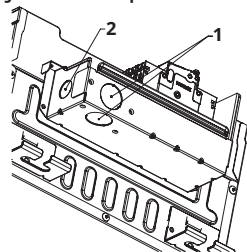

Figure 5.9
2. Vous remarquerez trois couvercles circulaires sur la boîte du disjoncteur, comme le montre l'illustration ci-dessous. Les deux couvercles étiquetés n° 1 dans la figure 5.9 ci-dessous peuvent être utilisés pour introduire le câble DIYPRO™ dans la boîte du disjoncteur. Le trou étiqueté N°2 convient à d'autres types de câbles. Cassez et retirez l'un des couvercles circulaires du câble DIYPRO™ qui convient le mieux à votre installation. Ensuite, faites passer l'extrémité du câble DIYPRO™ qui a une gaine métallique dans la boîte du disjoncteur par le trou de rupture.